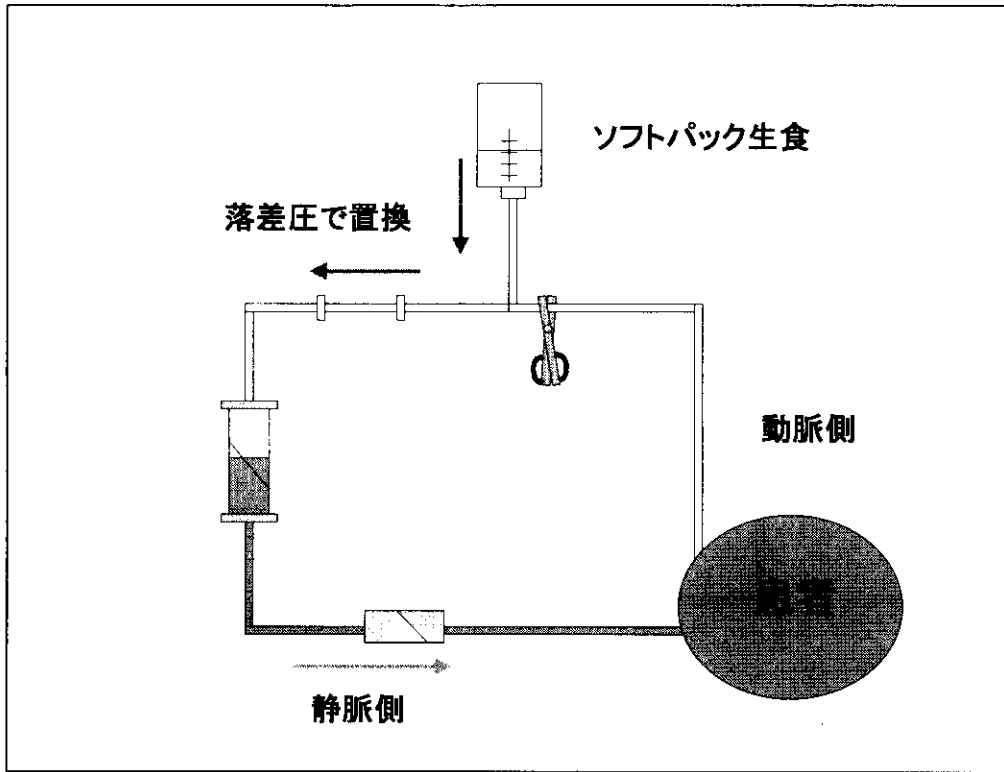

図 13 生食の落差を利用した生食置換返血法⑥
- ・ 返血用ソフトパック生食の落差圧により血液回路・ダイアライザ内の血液を生食で置換する (図 13)。